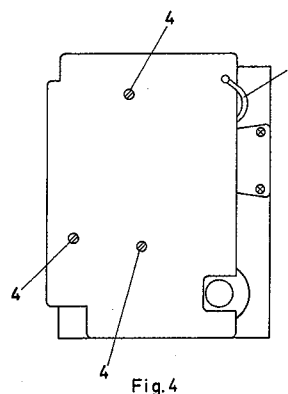

Fig.4
7. Kretskortet på den mekaniska delen kan borttagas genom att skruva ut de tre skruvarna (4), fig. 4 och lösgöra ledningen(5).